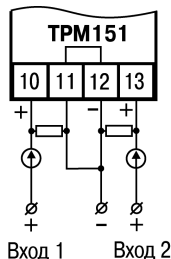

Рисунок 7.7 – Схема подключения активных датчиков типа "параметр-ток", "параметр-напряжение" и датчиков положения токового типа
- 2) Активные датчики с выходным сигналом в виде тока (0...5 мА, 0...20 мА или 4...20 мА), в том числе датчики положения токового типа, можно подключать к прибору только после установки внешнего шунтирующего резистора (см. рисунок Б.1 и рисунок 7.7). Резистор должен быть прецизионным (типа С2-29В, С5-25 и т.п., мощностью не менее 0,25 Вт, сопротивлением $100 \text{ Ом} \pm 0,1 \%$) и высокостабильным во времени и по температуре (ТКС не хуже $25 \times 10^{-6} 1/^{\circ}\text{C}$).